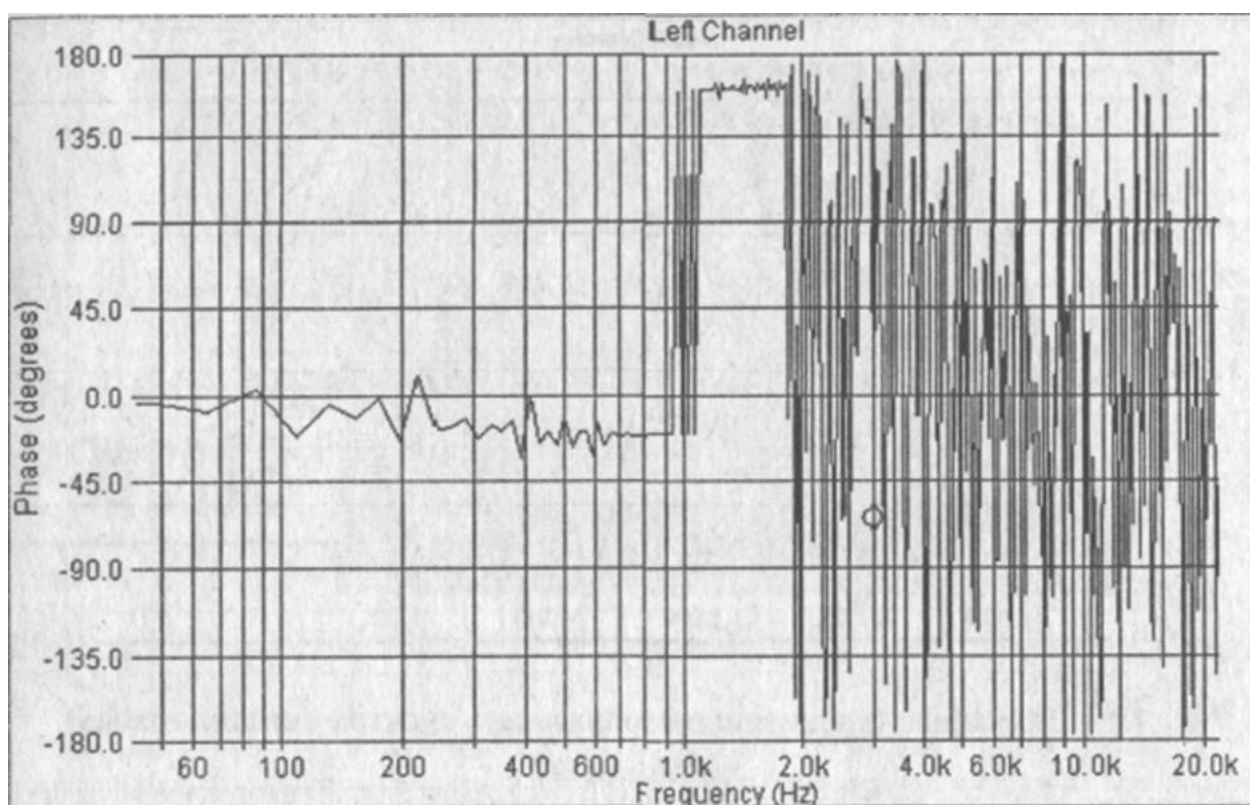

Рис. 1.4. Phase (зависимость фазы сигнала от частоты)
- Phase (зависимость фазы сигнала от частоты) (рис. 1.4);